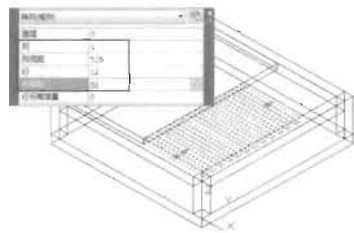

图 12-86
(11) 按 Enter 键结束阵列命令, 然后在视图中选中阵列对象, 在弹出的对话框中重新设置阵列参数, 如图 12-86 所示。